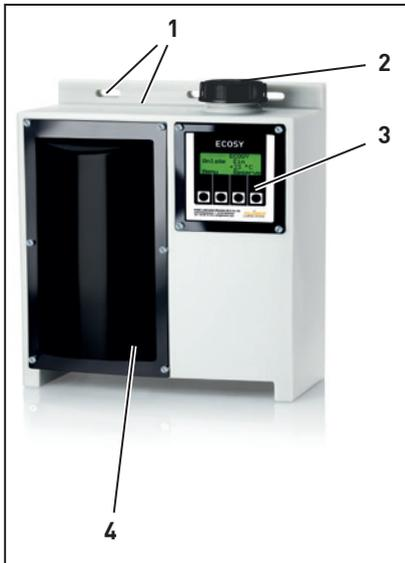

Abb. 3-1 Klübermatic ECOSY
Die Klübermatic ECOSY besteht im Wesentlichen aus (Abb. 3-1, 3-2):
- Pumpenraumabdeckung (4, Abb. 3-1) entfernen.
- Pumpenraumabdeckung (4, Abb. 3-1) anbringen. Die Innen-Sechskantschrauben SW 3 nur fingerfest anziehen.